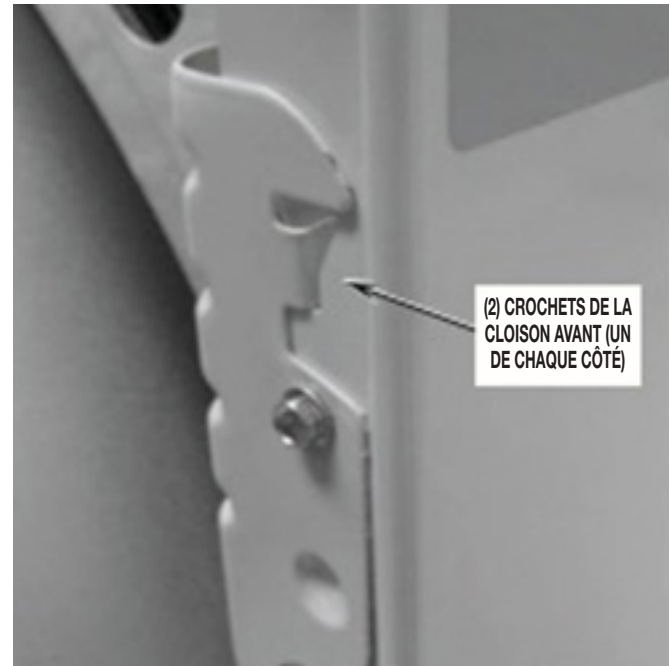

FIGURE 8
- Retirer l'ensemble cloison avant et conduit à charpie en le soulevant pour le dégager des deux (2) crochets avant (voir la *Figure 8*), puis en l'abaissant pour sortir les rouleaux de soutien du tambour de l'avant du tambour.